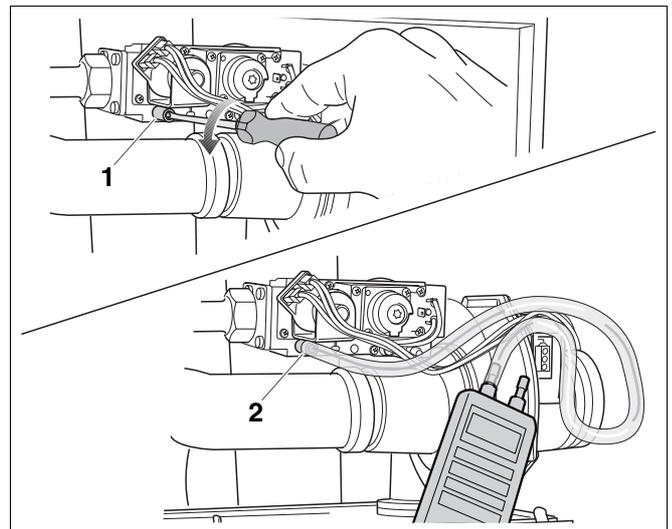

Fig. 80 Misurazione della pressione di collegamento del gas
- Allentare di 2 giri la vite di chiusura sul nippel di prova della pressione di collegamento gas e dello sfiato dell'aria (fig. 80, **pos. 1**).
- Collegare il tubo di misurazione dell'apparecchio di misurazione della pressione al morsetto positivo del nippel di prova (fig. 80, **pos. 2**).